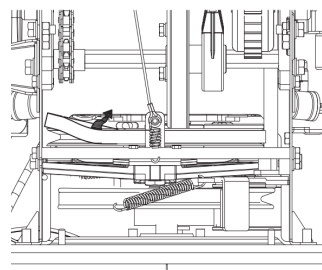

Рисунок 47
5. Снимите ремень привода со шкива, а также вытащите его между фрикционным колесом и фрикционным диском. См. рисунок 47.